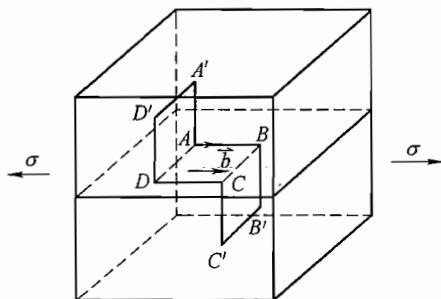

图 26-6 第三题第 2 小题解答图
(3) 在足够大的拉应力  $\sigma$  作用下,  $BC$  段位错将向下运动,  $DA$  段位错向上运动; 由于螺位错不能攀移, 因此  $AB$ 、 $CD$  两段位错不发生运动。如图 26-6 所示。